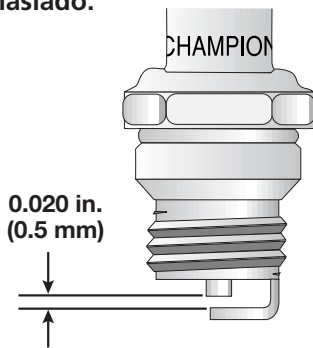

Fig. 29
3. Cambie las bujías que estén rajadas, sucias o deterioradas. Fije la separación de aire a 0.020 pulgadas (0.5 mm) utilizando un calibrador (Fig. 29).